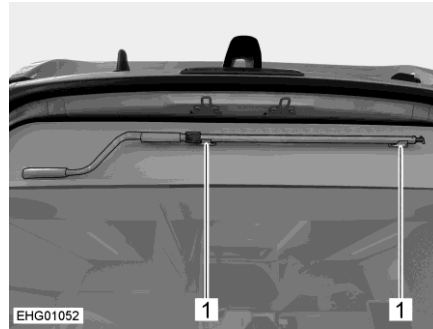

Fig. 13 Manivela en soporte
- ▷ La manivela del toldillo se suministra suelta de serie. Como equipamiento opcional, se puede adquirir un soporte (Fig. 13,1) para la manivela.